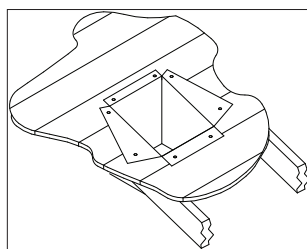

Figure 21
7. À l'aide de ciseaux à tôle, découper la boîte de support à partir des coins supérieurs vers la pente du toit et rabattre l'excédent sur le voligeage (**Figure 21**). Avant de la clouer sur le toit, appliquer un filet de produit d'étanchéité non durcissant autour des bords supérieurs extérieurs de la boîte de support afin d'établir un joint entre la boîte et le toit. Nettoyer l'intérieur de la boîte de support de tout matériel ou débris combustible.